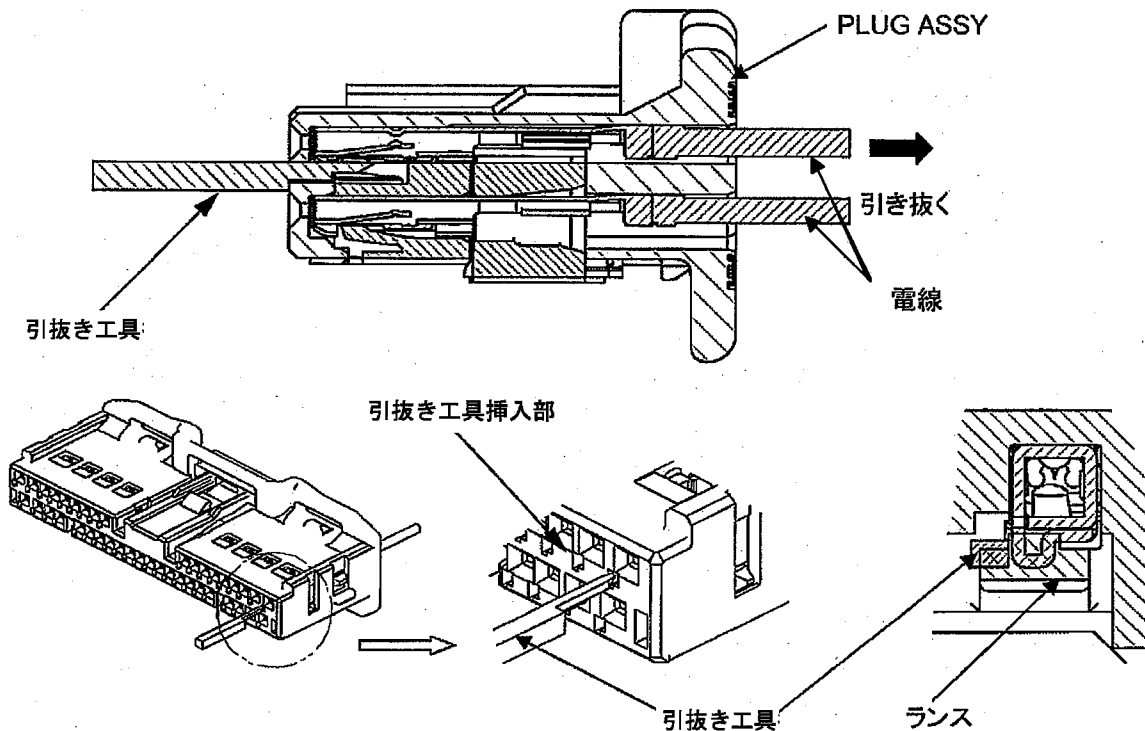

Fig.4
- 3) コンタクトのカンゴウ側の穴から工具先端が突き当たるまで挿入して下さい。(Fig.4)